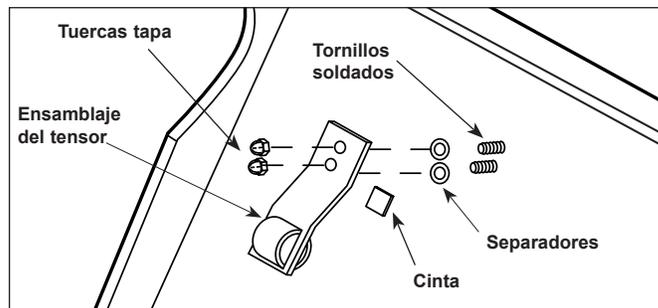

Figura 15. Cambio del ensamblaje del tensor del rodillo
1. Retire las tuerca tapa y el ensamblaje del tensor de rodillo existente (Figura 15).